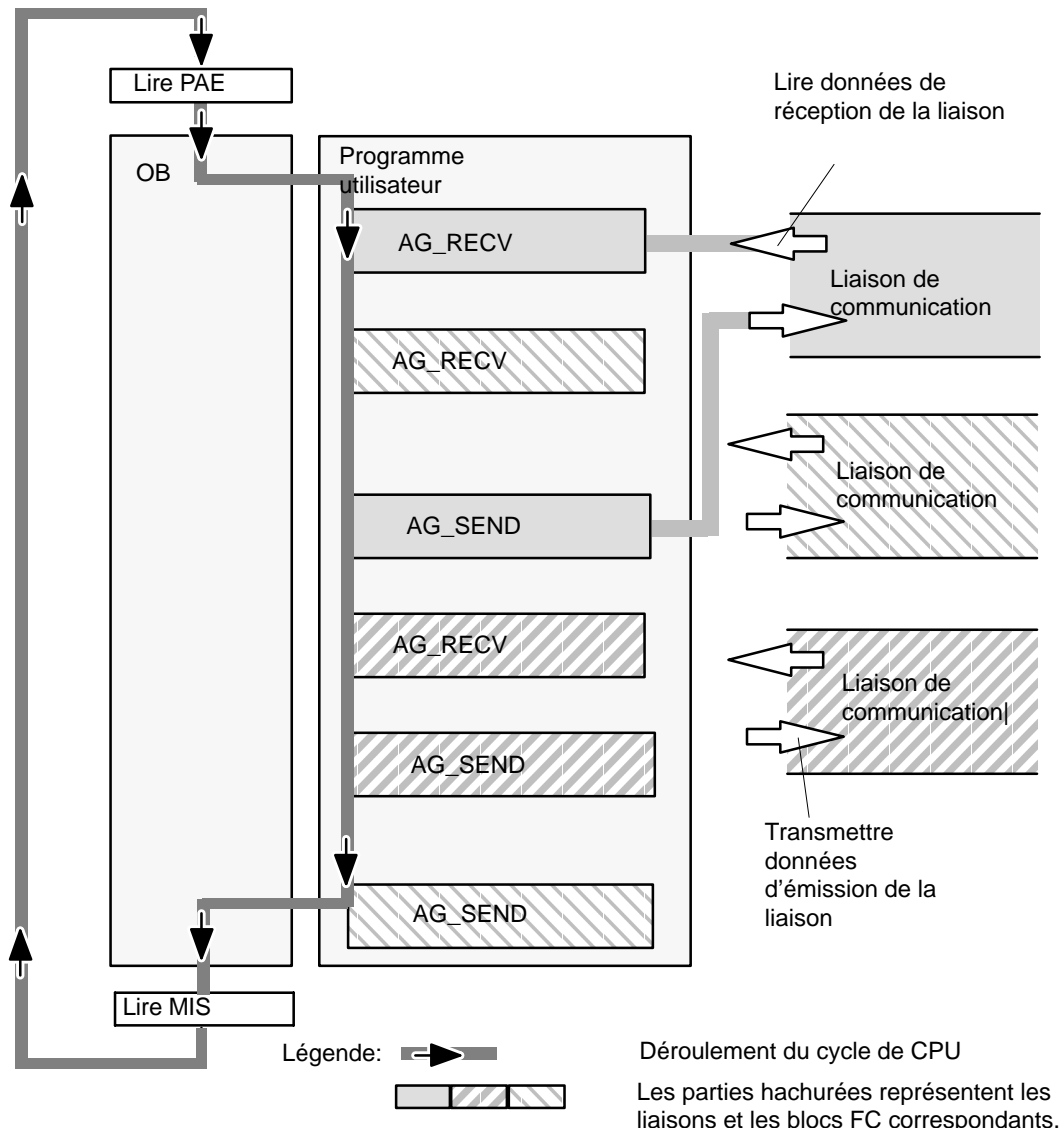

Figure 4-2 Séquence typique des blocs FC au cours d'un cycle de CPU
- Le programme utilisateur qui peut comporter un nombre quelconque de blocs (OB, FB ou FC -> voir aussi /5/), gère plusieurs liaisons (3 liaisons dans la figure 4-2).